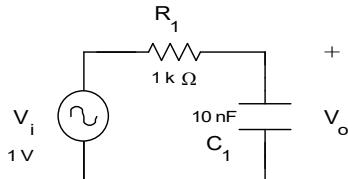

Figura 1
El circuit triat per a introduir-nos en l'ús del simulador PSPICE és el circuit RC de la Figura 1.
**Qüestió EP5:** Repeteix les quatre qüestions anteriors per al circuit filtre passaaltes equivalent. És el mateix circuit de la Figura 1, però intercanviant les posicions de  $R_1$  i  $C_1$  i mantenint els mateixos valors.
En el laboratori simularem amb PSPICE el mateix circuit RC de la Figura 1 i compararem els resultats amb els de l'estudi previ.
Tal com ja hem explicat, com a primer exemple dibuixarem i simularem el circuit RC passabaixes de la Figura 1.